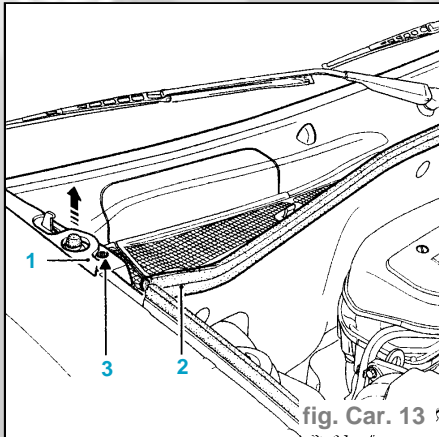

fig. Car. 13
- Dégrafer le cache latéral (1) (fig. Car. 13).